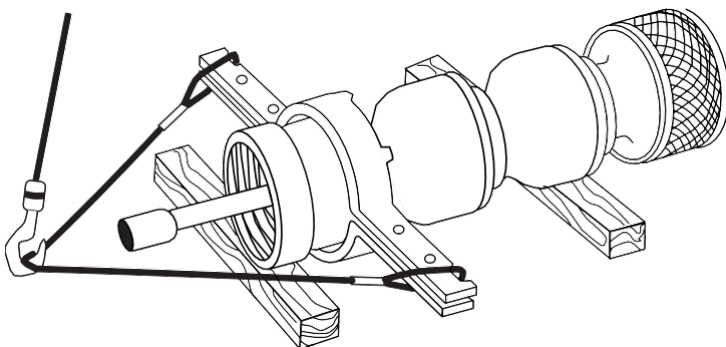

FIGURA 7 – Eslinga de elevación de fijación (conjunto corto)
- 3 Instale una abrazadera de fricción en el extremo superior del tazón como una plataforma conveniente. Fije un cabestrillo de cable a la abrazadera de fricción lo suficientemente lejos en las orejas para permitir la extracción del cabestrillo después de que la abrazadera de fricción esté apoyada en las vigas de ajuste. Además, asegúrese de que el cabestrillo sea lo suficientemente largo como para que el gancho de carga despeje el eje cuando el conjunto de tazones esté a la derecha. Véase la FIGURA 7. Se debe tener cuidado de evitar que el cable se envuelva alrededor del eje para evitar la flexión del eje o del tubo de aceite.